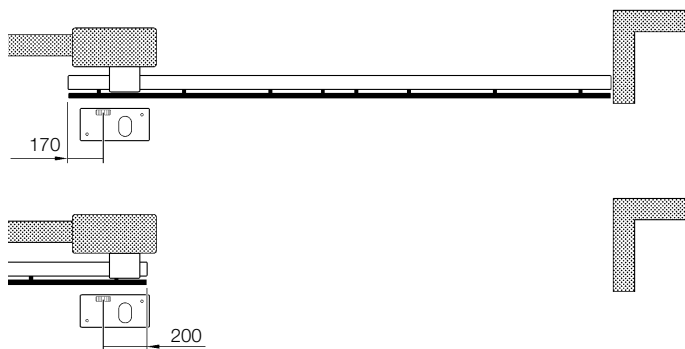
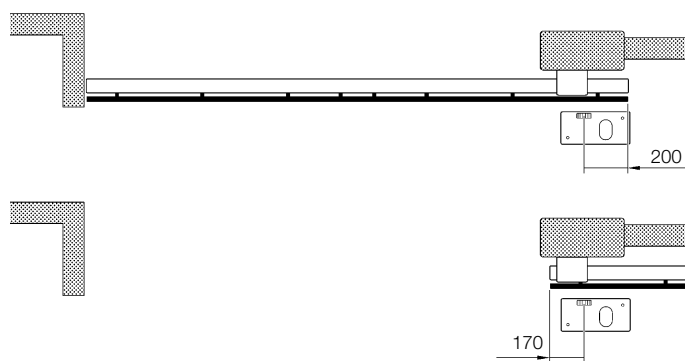

Figure 13
Figure 14
• Pour monter les pattes de fin de course, il faut que la crémaillère (et donc le portail) dépasse de l'axe du pignon des mesures indiquées dans la figure 13 (Ouverture à gauche SX) et figure 14 (Ouverture à droite DX).
13 Ouvrir complètement le portail, poser sur le pignon le premier segment de crémaillère en faisant en sorte qu'il dépasse par rapport à l'axe du pignon de la mesure indiquée figure 13 ou figure 14, c'est-à-dire de l'espace nécessaire pour les pattes de fin de course.